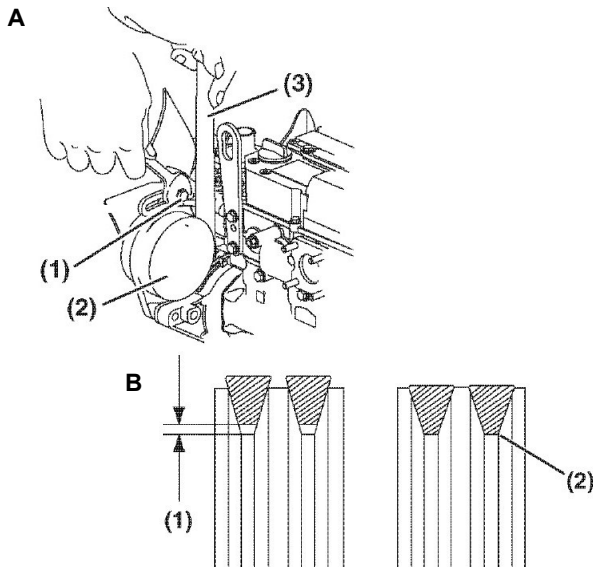

Abb. 46: Keilriemenspannung
Schritt 1: Sicherstellen, dass Reglerhebel (Abb. 46, Pos. 1) fest in Kontakt mit dem oberen Leerlaufanschlag (Abb. 46, Pos. 2) und der Begrenzungsschraube für die untere Leerlaufdrehzahl (Abb. 46, Pos. 3) steht, wenn die Motordrehzahlregelung in der vollen Drehzahl- oder niedrigen Leerlaufdrehzahlstellung ist.